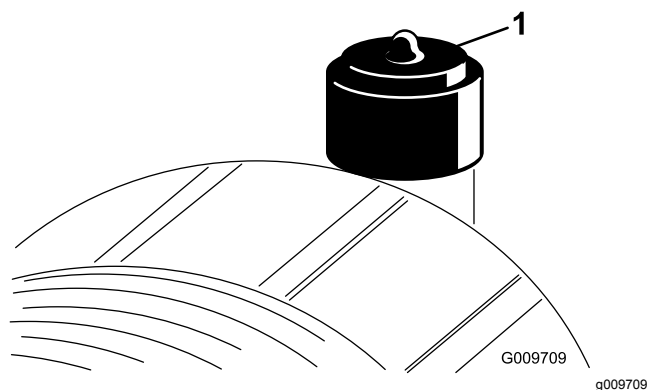

Figure 88
Faites l'entretien du filtre à air uniquement quand l'indicateur de colmatage indique que cela est nécessaire (Figure 88). Ne remplacez pas le filtre à air plus fréquemment que nécessaire ; cela ne fait qu'accroître le risque de contamination du moteur par des impuretés quand le filtre est déposé.
2. Réarmez l'indicateur de colmatage (Figure 88) s'il est rouge.